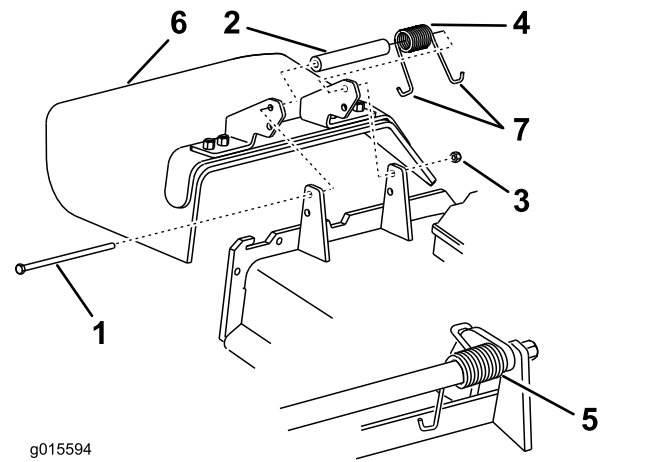

Bild 23
4. Entfernen Sie die Sicherungsmutter, Schraube, Feder und das Distanzstück, mit denen das Ablenklech an den Drehhalterungen befestigt ist (Bild 23).
5. Entfernen Sie das Ablenklech (Bild 23).